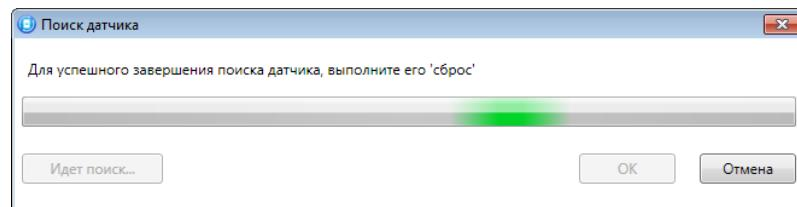

Рисунок 4.37 — Поиск радиоустройства
3. После нажатия кнопки OK начнется поиск радиоустройства контроллером (см. рисунок 4.37). Для того чтобы устройство было найдено контроллером, его следует перевести в режим связывания (выполнить «сброс»).